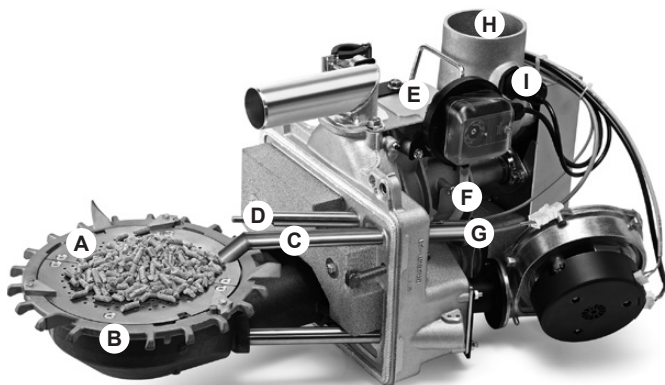

Bild 13
1. Wartungsöffnung (E, Bild 13) der Brennermechanik über Zellenrad öffnen und Feinanteil aussaugen.
2. Feinanteile aus Pelletsfallschacht (H) aussaugen sowie anhaftenden Staub von Füllstandssensor entfernen.
3. Schlauch für Unterdruckmessung (F) abziehen und Filter reinigen.